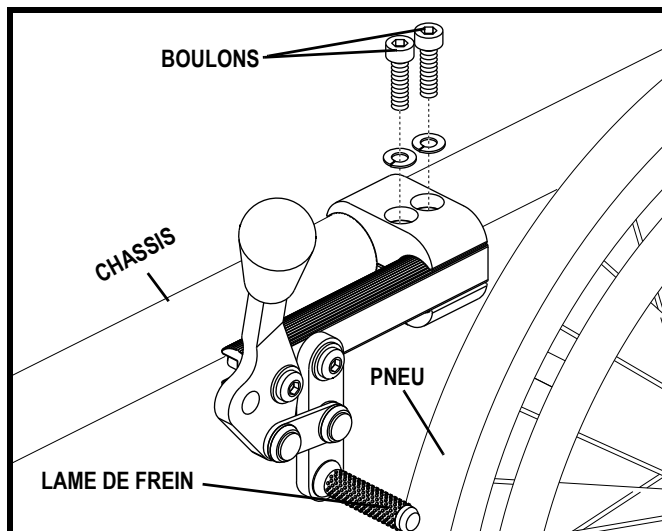

Figure 39. Réglage des freins
2. Desserrez les boulons qui retiennent le frein au châssis. Voir la figure 39.